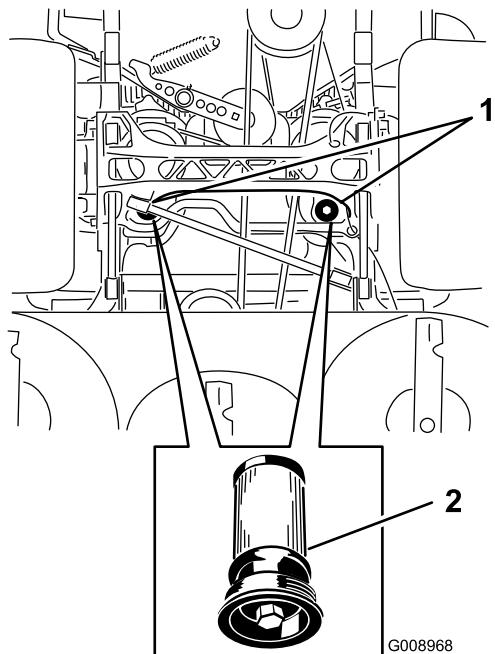

**Figure 83**
- Soulevez la machine sur des chandelles (Figure 83).
- Retirez les chandelles et abaissez la machine (Figure 83).